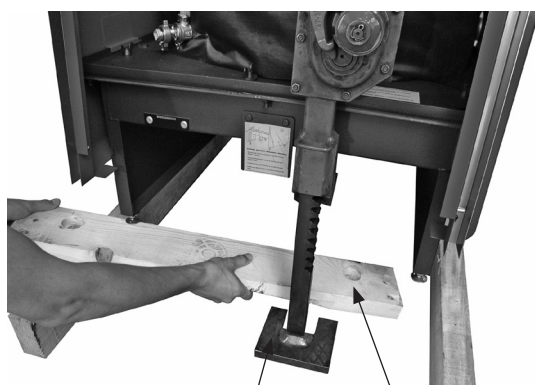

**Fig. 2**
2. Rimuovere le fascette per il trasporto (2, fig. 2)
3. Rimuovere le viti dalla parte anteriore (3).
6. Rimuovere le viti (3, fig. 2) sul retro. Sollevare la parete posteriore e il coperchio e rimuovere la parete posteriore spingendola verso il basso. Con il martinetto (7, fig. 5) sollevare il retro della caldaia al centro (8) e rimuovere le barre trasversali e laterali. Abbassare nuovamente la caldaia.